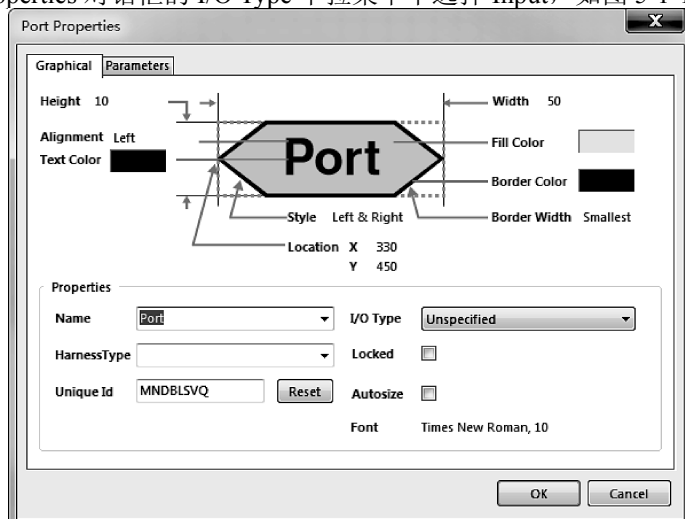

图 5-1-12 Port Properties 对话框
(2) 端口属性编辑。为了显示端口的性质，还需要对端口的名称和属性进行编辑。
① 双击网络标号为“PWM1”的端口，弹出如图 5-1-12 所示的 Port Properties 对话框。在该对话框中可以对端口的属性进行配置。